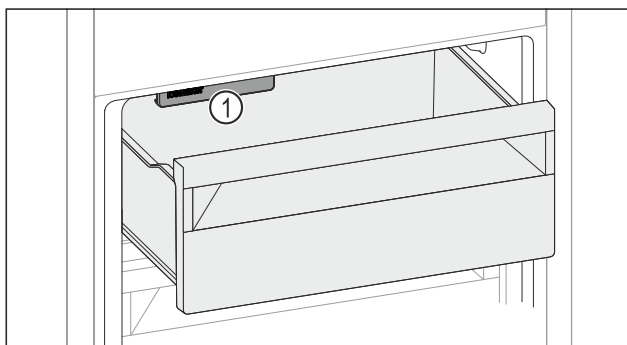

Fig. 111
- ▶ Võtke arvesse IceMaker *Fig. 111 (1)*it.